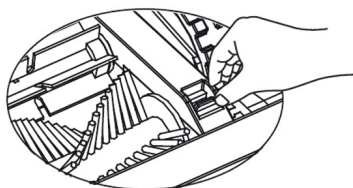

Bild 1
1. Schieben Sie den Verschlussriegel nach vorn und öffnen Sie die Abdeckung. Entnehmen Sie die Bürsten. (Bild 1 und 2)